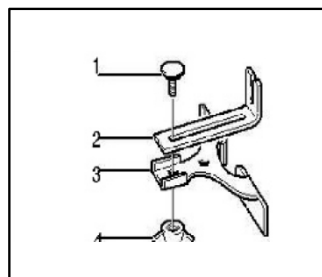

Fig. 13
1. Atașați placa de ghidare la ghidajul drept cu ajutorul șurubului și al piuliței fluture. (Fig. 13)